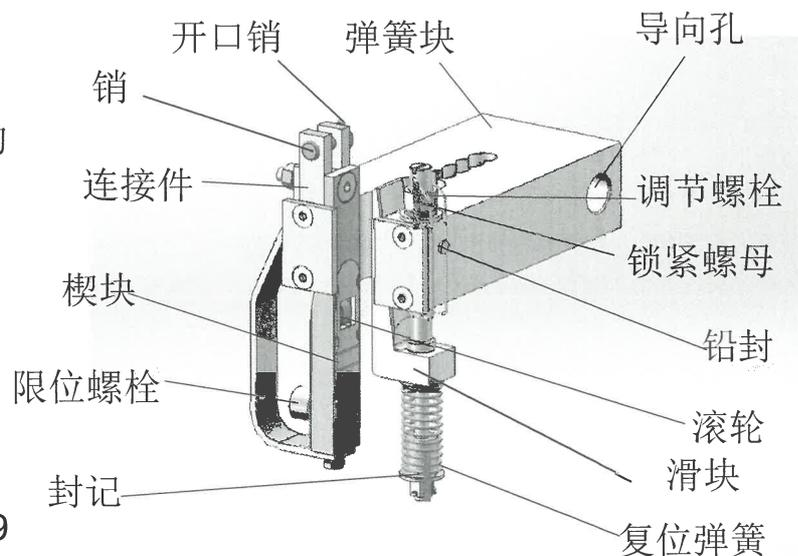
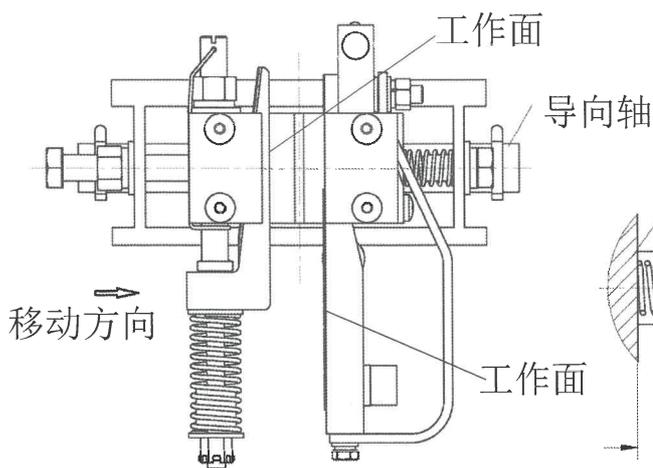

图 1
图 6
1.1. 结构示意图(图 1)
2.1.2. 安全钳封记部位完好(图 1), 安全钳无损坏。
2.3. 组件的安装(以一种安装方式为例) (图 6)
2.3.5.调整后，通过限速器提拉联动机构，安全钳能可靠动作，反向运行，安全钳能回到初始位置(图 1)。
3.3.2.有油润滑工况，运动部件(楔块、滚轮、滑块)加润滑油(图 1)，油品同 1.2.3;
3.3.3.无油工况，仅楔块工作面和滑块工作面不涂润滑油，其余部分涂润滑油(图 1 图 6)，油品同 1.2.3。